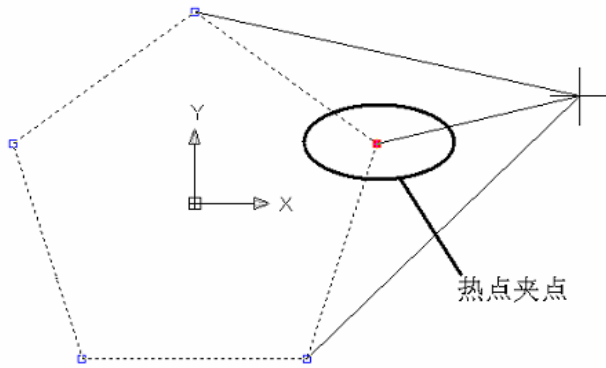
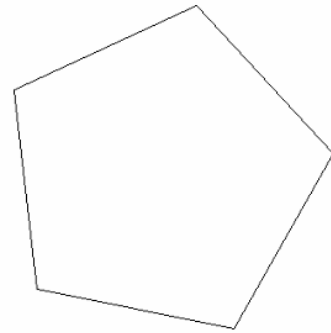

图 5-33 选中其中的一个夹点作为热点夹点
图 5-34 镜像以后的正五边形
- (2) 选择一个上述正五边形的基础夹点，如图 5-33 所示。
- (3) 在命令行键入 MI 转换到镜像模式。
- (4) 按住 SHIFT 键，在屏幕上拾取一点作为镜像线的第二个点。
- (5) 按回车键结束命令，得到如图 5-34 所示的结果。